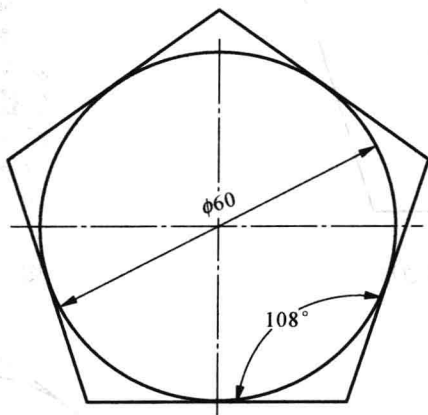

图 2-3 例题
1. 按 1:1 绘制图形, 如图 2-3 所示 (不标尺寸)。